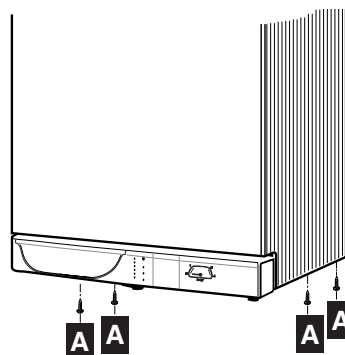

Fig. 10
- los 4 bevestigingsvijzen **A** (fig. 10) van de bekleding